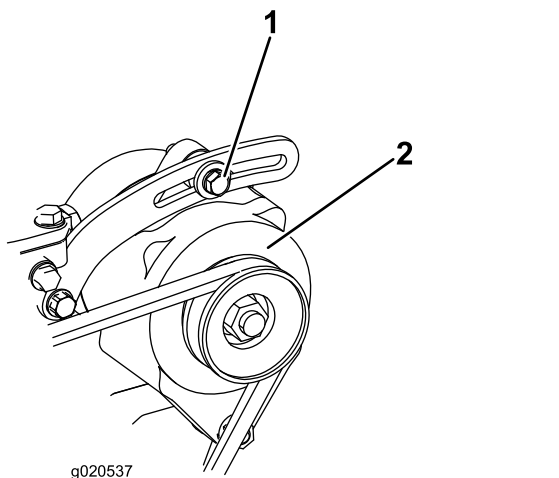

Figure 85
Vérifiez l'état et la tension de la courroie (Figure 85) toutes les 100 heures de fonctionnement.
2. Si vous n'obtenez pas une flèche de 10 mm ($\frac{3}{8}$ po), desserrez les boulons de fixation de l'alternateur (Figure 85). Augmentez ou diminuez la tension de la courroie d'alternateur et resserrez les boulons. Contrôlez de nouveau la flèche de la courroie pour vérifier si la tension est correcte.